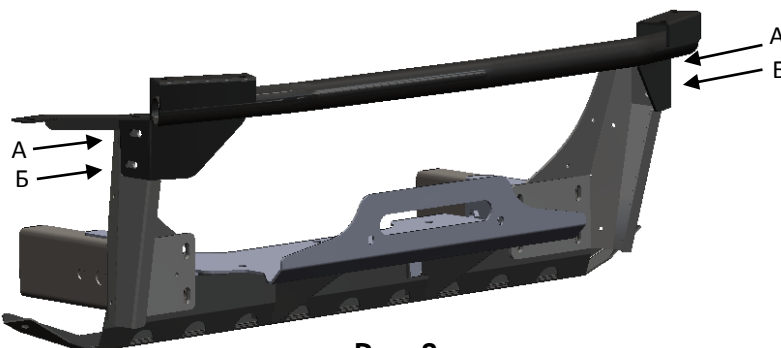

Рис.8
7. Установить опорную трубу в местах А и Б болтами М10х30 (рис.8). Выровнять трубу относительно кузова автомобиля и затянуть все болты.